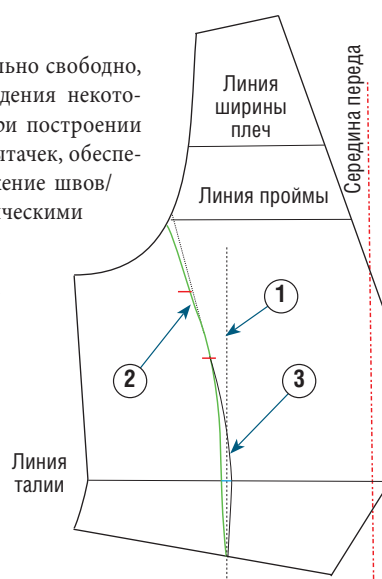

Рис. 2
① Для начала начертите ось вытачки, затем отметьте ширину ее раствора (на рис. 2 отмечена короткой голубой линией). Ось вытачки проходит почти на равном расстоянии от линий середины переда и боковины. Иногда она смещается в сторону боковой части ввиду особенностей телосложения, например выступающего животика.
2. Рельеф начинается от проймы, обычно на уровне линии проймы базового чертежа. Начертите тонкую кривую (на рис. 2 показана зеленой линией) до крайней точки ширины раствора вытачки, обозначенной на линии талии. Затем от линии талии опустите эту линию через ось вытачки до линии низа жилета.
3. Затем начертите вторую сторону рельефа (на рис. 2 отмечена черной линией), учитывая значение раствора талиевой вытачки. Эту линию нужно продлить до точки пересечения оси вытачки с низом жилета. Высота вытачки зависит от кривизны первой, уже начерченной стороны (отмеченной на рис. 2 зеленым цветом). Соединение обеих сторон вытачки должно быть ровным, чтобы после сборки линия рельефа оставалась ровной, а изделие плоским.